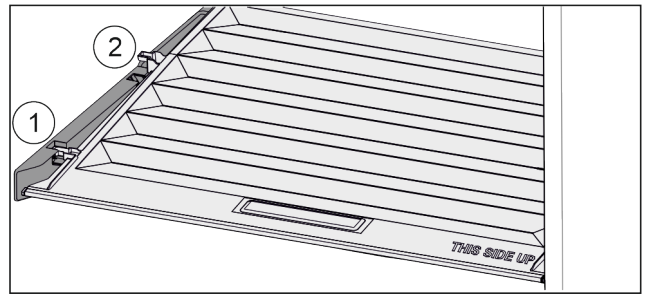

Fig. 132
- ▶ Deckel bis zur Öffnung in den Halteteilen nach vorne ziehen Fig. 132 (1).
- ▶ Hinten von unten anheben und nach oben wegnehmen Fig. 132 (2).